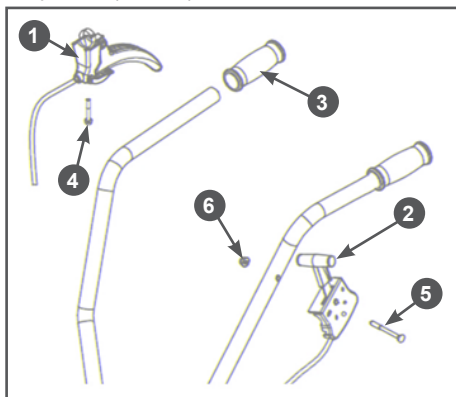

Рис. 8 Установка рычагов сцепления и газа
7. Установите на рабочие рукоятки рычаг 1 сцепления и рычаг газа 2 (Рис. 8). Для установки рычага 1 сцепления выполните следующее: снимите с правой рабочей рукоятки резиновую ручку 3, наденьте рычаг на рукоятку, закрутите до упора винт 4, установите обратно на рукоятку резиновую ручку 3 (Рис. 8). Для установки рычага 2 газа выполните следующее: совместите
отверстия в левой рабочей рукоятке и корпусе рычага 2 газа, вставьте в отверстие болт 5 и закрутите гайку 6 до упора (Рис. 8).